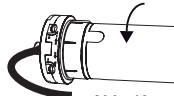

Abb. 10
A. ein Linkseinbau. Ich sehe in den Kasten und der Endschalter des Motors befindet auf der linken Seite (Siehe Abb. 10)